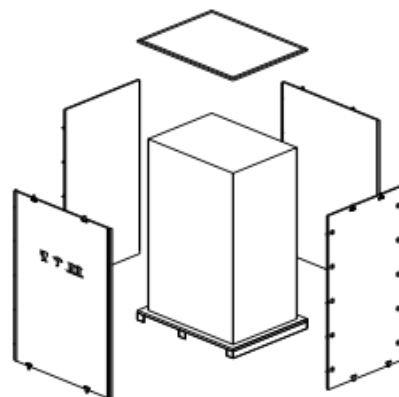

Рис. 2-8 Снятие упаковки
3. Снимите упаковку (см. Рис.2-8).